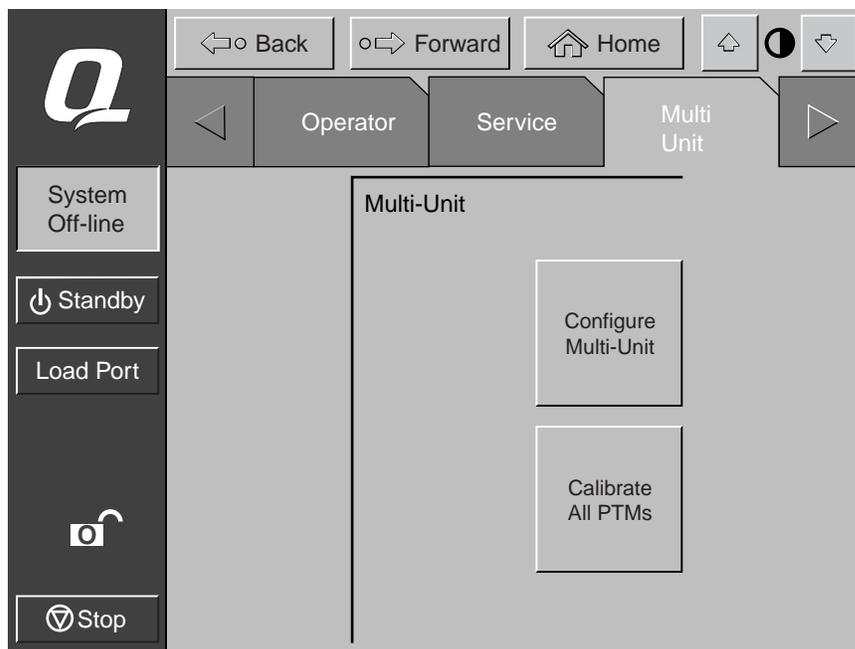

Figura 3-3. Schermata Multi-Unit
2. Selezionare la scheda Multi-Unit (MUSL) (vedere la Figura 3-3).